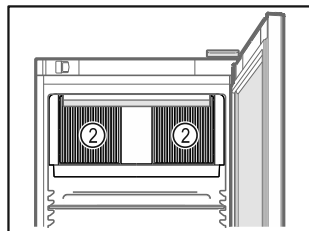

Fig. 61
- Дръжте вентилационните отвори Fig. 61 (2) на циркуляционния вентилатор във вътрешността свободни.